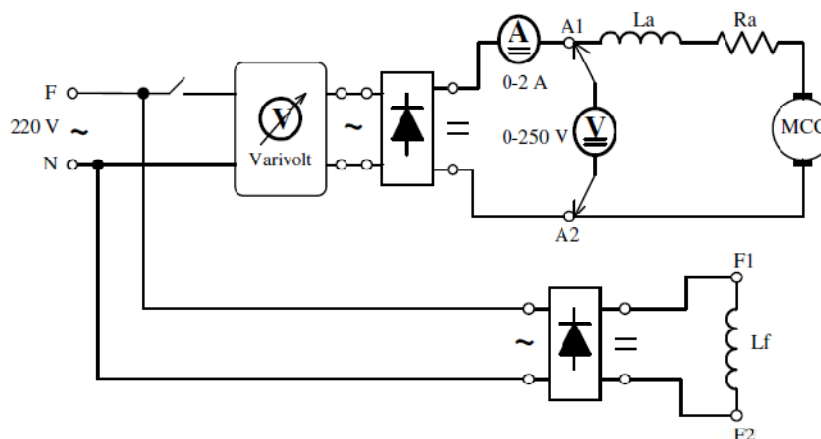

Figura 2 – Circuito para ensaio a vazio da máquina cc.
- Monte o esquema básico para acionamento do motor CC com excitação independente, conforme mostrado na figura 2.